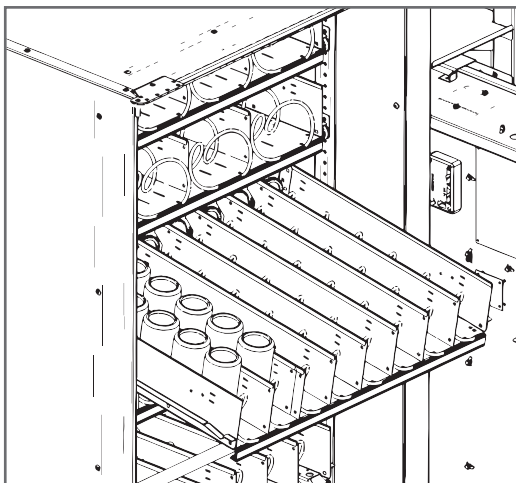

Рисунок 10 - Загрузка полок
- оттяните на себя фиксатор полки, расположенный слева, после чего выдвиньте полку на себя до упора, крепко держа полку за нижнюю часть. Верхние полки для облегчения их загрузки при выдвижении устанавливаются под углом (см.рис.10).